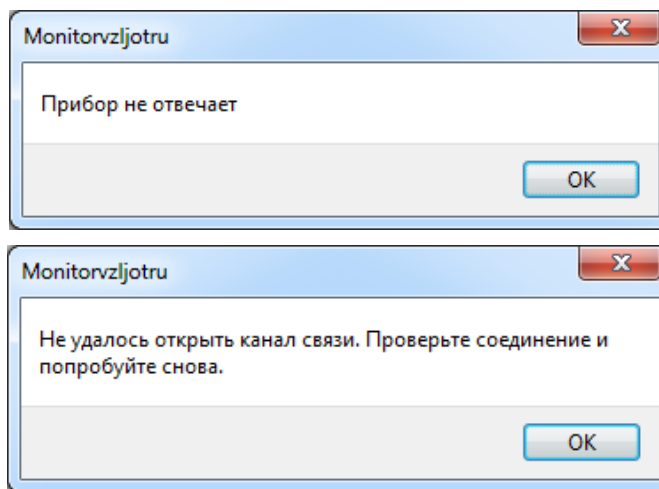

Рис.15 - Сообщения при отсутствии связи с уровнемером.
7.1.4 При отсутствии связи с уровнемером на мониторе ПК будут индицироваться сообщения, показанные на рис.15.